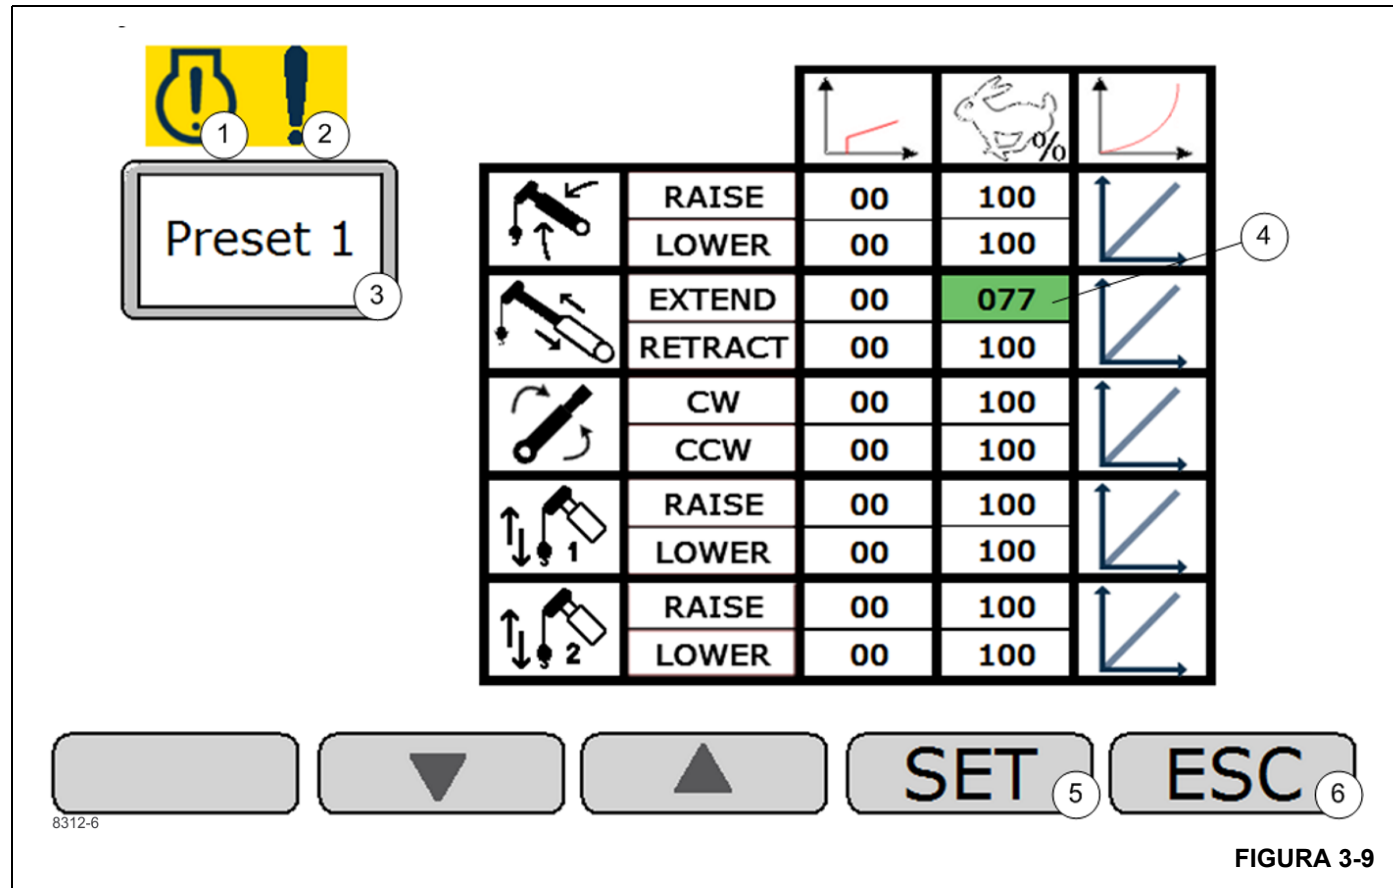

FIGURA 3-9
Vista 3 de modificación de preajustes (Figura 3-9)
Indicador de falla de motor activa (1) (Figura 3-9)